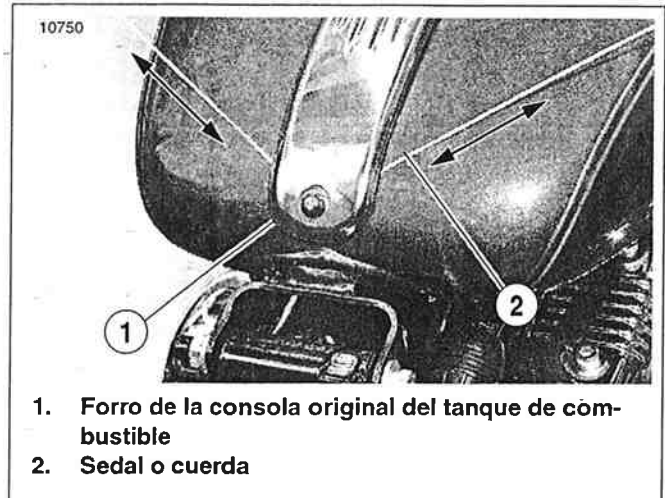

Figura 4-16. Desmontaje de la consola existente
4. Vea la Figura 4-16. Inserte el sedal (2) entre la parte trasera del tanque de combustible y el forro de plástico (1) en la parte inferior de la consola original.